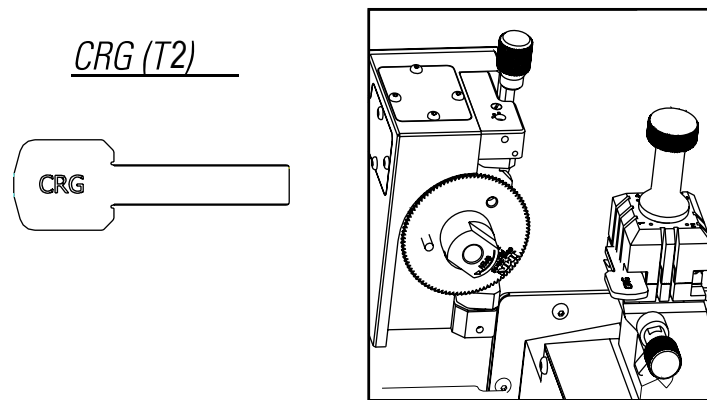

FIG. 17
- 1) Colocar el CRG (T2 en la mordaza MP1 en el lado 1.(Fig.17)